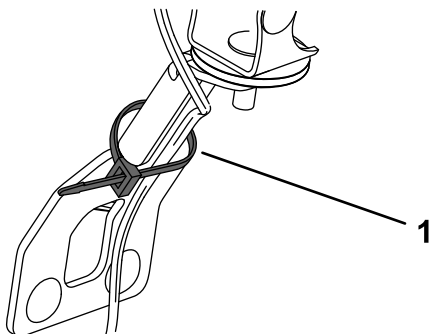

Figura 7
8. Sujete el arnés de cables a cada soporte de luz con una brida (Figura 7).